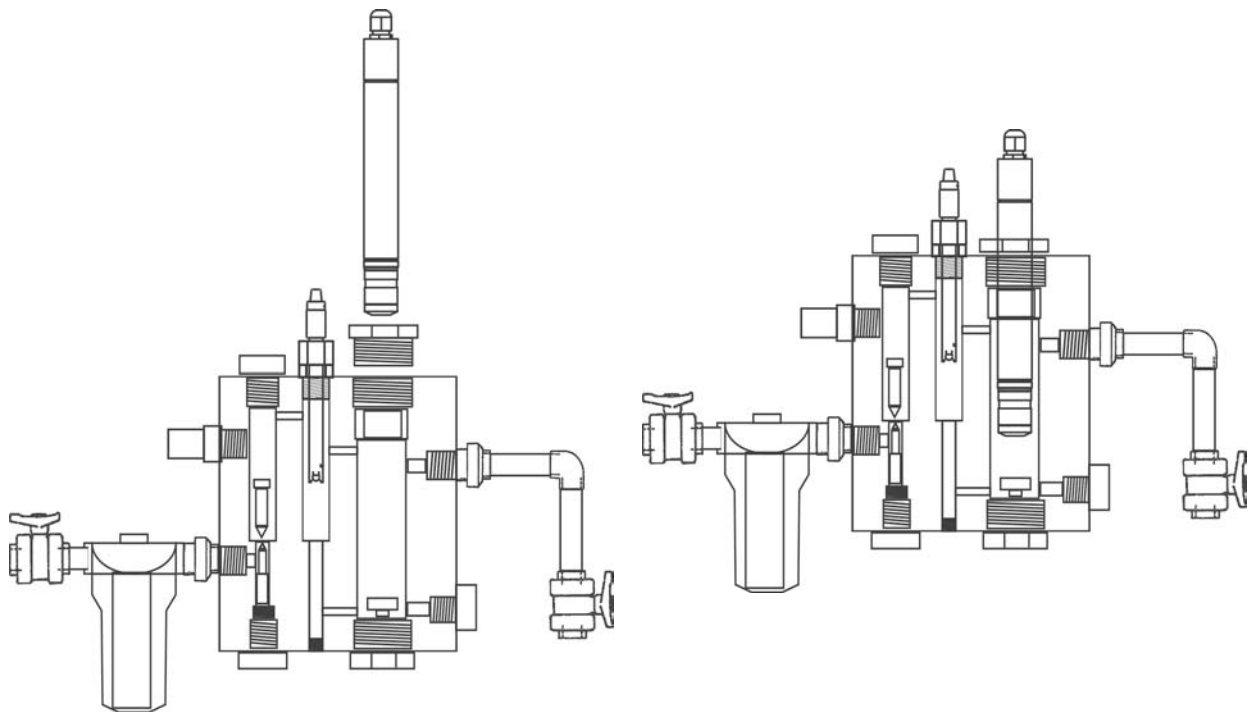

Fig. 13
1. Insertar el sensor de CLORO suministrado con el equipo en los correspondientes alojamientos del porta-sondas. (Fig. 13).